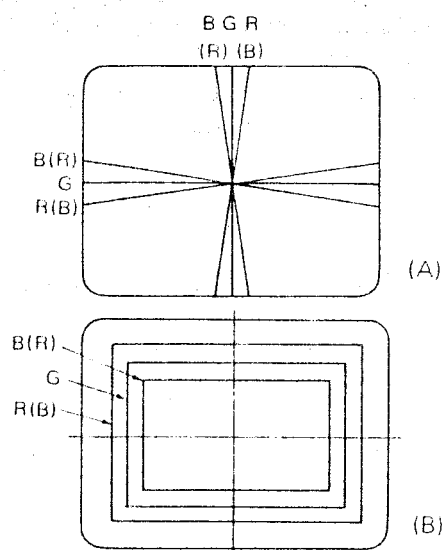

Abb. 18
wie in Abbildung 18(A) gezeigt, so lassen Sie sie